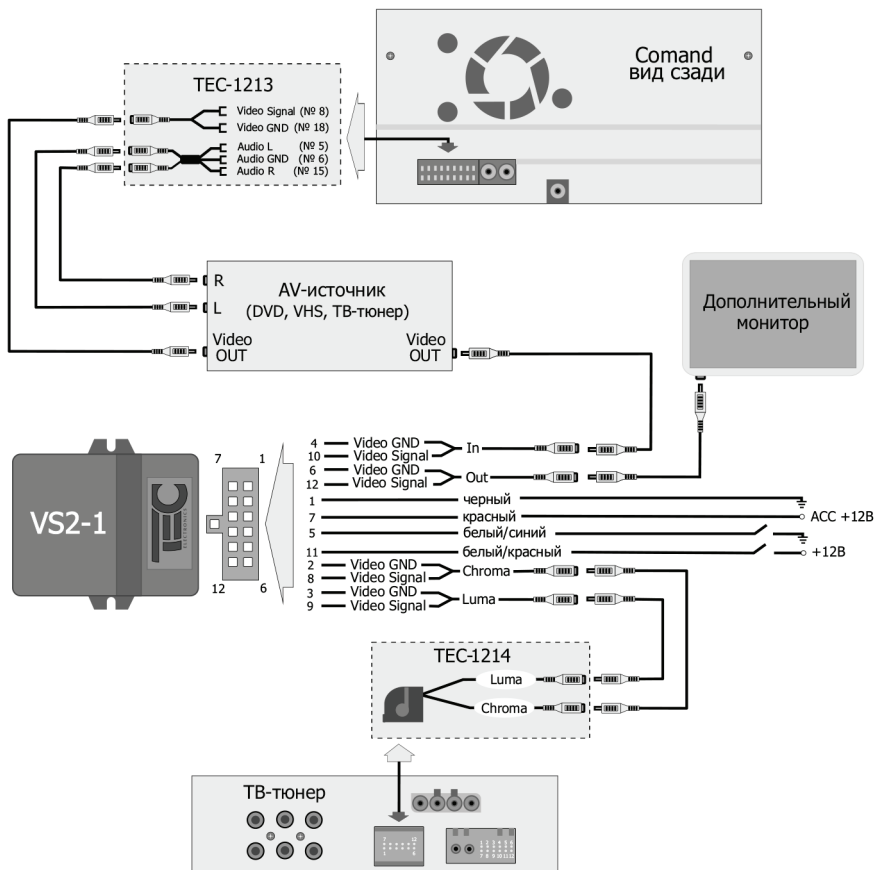

Рис. 3
1. Для подключения дополнительного монитора на автомобиле Mercedes-Benz в 221 и 216 кузовах, с возможностью подключения дополнительного AV-источника (рисунок 3).